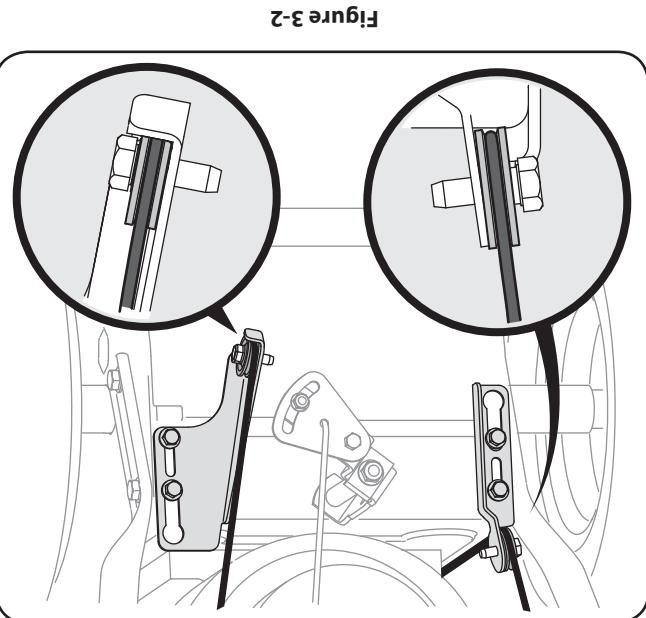

Figure 3-2
- REMARQUE:** Assurez-vous que les câbles sont bien placés dans les galtes-guides. Voir la Figure 3-2.